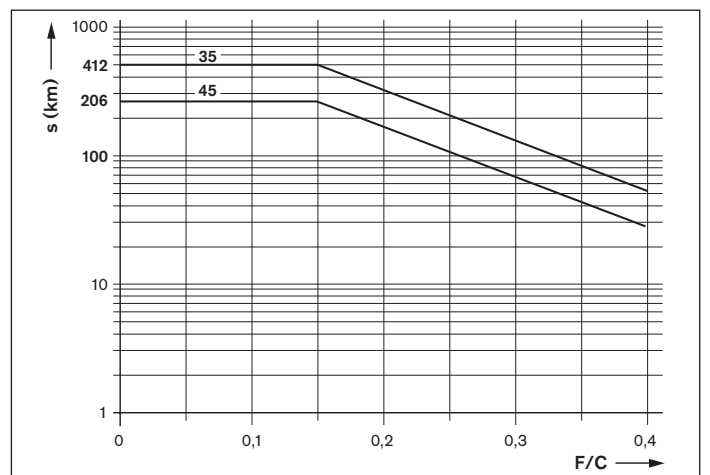

Figura 2: Intervalo de relubrificação
- ▶ Aplicar a quantidade mínima de lubrificante em cada conexão conforme a tabela 4 até que o intervalo de lubrificação (figura 2) seja alcançado.
- ▶ Aplicar a quantidade mínima de lubrificante em cada conexão conforme a tabela 4 até que o intervalo de lubrificação (figura 2) seja alcançado. Determinar a quantidade de impulsos de lubrificação e o ciclo de lubrificação requeridos da mesma forma que no caso de relubrificação (percurso normal).
Indicações: a quantidade de impulsos de lubrificação necessários é o quociente inteiro entre a quantidade mínima de relubrificação conforme a tabela 4 e o tamanho do distribuidor a pistões conforme a tabela 5. O tamanho mínimo admissível do distribuidor a pistões também depende da posição de montagem. O ciclo de lubrificação de acordo com as fórmulas 1 resulta da divisão do intervalo de lubrificação (conforme a figura 2) pela quantidade de impulsos determinada (comparação com o exemplo de dimensionamento).
- s = intervalo de relubrificação conforme a figura 2 (km)
- C = capacidade de carga dinâmica (N)
- F = carga dinâmica equivalente (N)